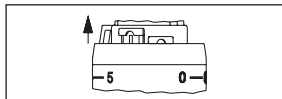

Abb. 6
1. Schieben Sie mittels eines geeigneten Werkzeuges oder Stiftes die Begrenzungselemente aus der „Parkposition“ (zwischen Merzkahl „5“ und „0“, Abb. 6).